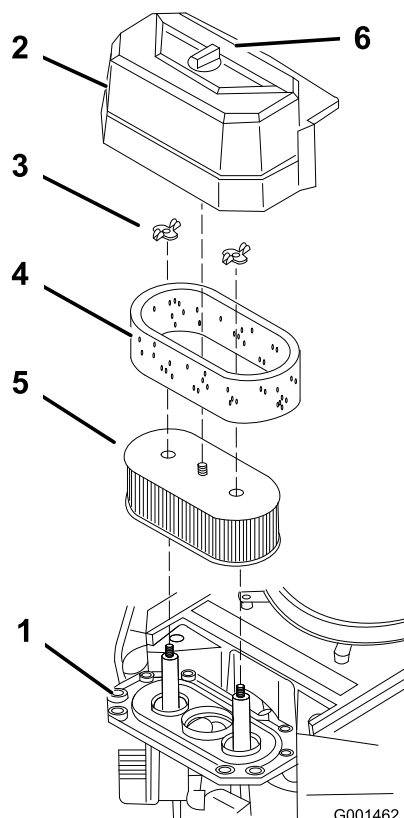

Figure 32
3. Nettoyez la surface autour du filtre à air pour éviter que des impuretés n'endommagent le moteur en tombant à l'intérieur (Figure 32).
4. Dévissez le bouton du couvercle et déposez le couvercle du filtre à air (Figure 32).
5. Dévissez les 2 écrous à oreilles et déposez l'ensemble filtre à air (Figure 32).
6. Sortez délicatement l'élément en mousse de l'élément en papier (Figure 32).
Ne nettoyez pas l'élément en papier. Remplacez-le toutes les 200 heures de fonctionnement (Figure 32). Vérifiez que l'élément n'est pas déchiré ni couvert d'une pellicule grasse, et que le joint en caoutchouc n'est pas endommagé. Remplacez-le s'il est endommagé.
1. Glissez délicatement l'élément en mousse sur l'élément en papier (Figure 32).
2. Posez l'ensemble filtre à air sur sa base et fixez-le en place avec les 2 écrous à oreilles (Figure 32).
3. Mettez le couvercle du filtre en place et serrez le bouton (Figure 32).